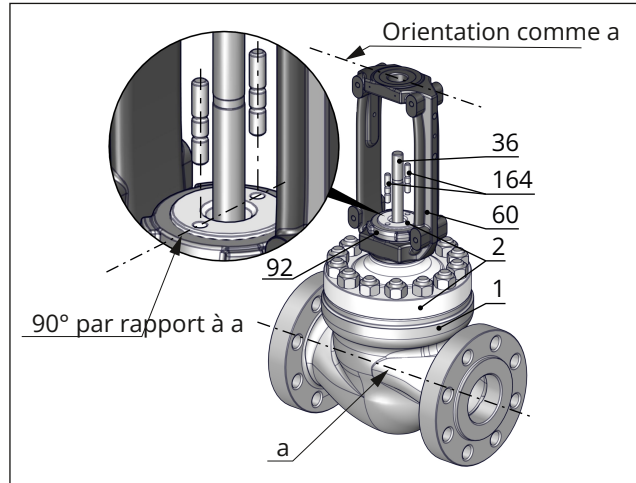

Fig. 33 : Alignement du chapeau sur le corps de vanne et alignement de l'arcade sur le chapeau de vanne
14. Insérer l'élément support (63) y compris la douille pressée (7) verticalement et concentriquement dans le corps (1) via la tige de clapet (36) jusqu'à ce qu'il repose sur la surface de contact à l'intérieur du corps. Pour ce faire, en cas de grands diamètres nominaux, se munir d'outils spéciaux.
15. Insérer un joint spiralé neuf (126) sur l'élément support (63).
16. Insérer un joint spiralé neuf (17) dans le corps (1).
17. Placer le chapeau de vanne (2/21), y compris l'arcade (60), verticalement par le haut, sur le corps (1), sans serrer, en le faisant passer au-dessus de la tige de clapet (36). Respecter l'alignement, cf. Fig. 33. Les deux trous situés dans la partie supérieure du chapeau doivent être perpendiculaires à l'axe du conduit.
18. Enfoncer le clapet (5) dans le siège (4). Fixer ensuite le chapeau de vanne (2/21) à l'aide des écrous du corps (14). Serrer progressivement les écrous du corps (14) en diagonale. Respecter les couples de serrage prescrits.
9. Insérer un joint spiralé neuf (17) dans le corps de vanne (1). Nettoyer préalablement la surface de contact du joint et vérifier son intégrité.
10. Insérer un joint spiralé neuf (126) dans l'élément de support (63) ou dans le dispositif de fixation du siège (124). Nettoyer préalablement la surface de contact du joint et vérifier son intégrité.
11. Placer le chapeau de vanne (2/21), y compris l'arcade (60), verticalement par le haut, sur le corps (1), sans serrer, en le faisant passer par-dessus la tige de clapet ou de piston (36). Respecter l'alignement, cf. Fig. 33. Les deux trous situés dans la partie supérieure du chapeau doivent être perpendiculaires à l'axe du conduit.
12. Enfoncer le clapet ou le piston (5) dans le siège (4). Fixer ensuite le chapeau de vanne (2/21) à l'aide des écrous du corps (14). Serrer progressivement les écrous du corps (14) en diagonale. Respecter les couples de serrage prescrits.
13. Insérer avec précaution les pièces du presse-étoupe dans la chambre de garniture de presse-étoupe à l'aide d'un outil approprié en les faisant passer par-dessus la tige de clapet ou de piston (36). Installer les composants en respectant l'ordre et l'orientation spécifiés dans la documentation respective du kit des pièces de rechange.
14. Visser la douille filetée (8) et la serrer à la main.
15. Serrer la douille filetée (8) progressivement au couple de serrage prescrit.
11. Insérer un joint spiralé neuf (17) dans le corps de vanne (1). Nettoyer préalablement la surface de contact du joint et vérifier son intégrité.
12. Insérer un joint spiralé neuf (126) dans l'élément de support (63) ou dans le dispositif de fixation du siège (124). Nettoyer préalablement la surface de contact du joint et vérifier son intégrité.
13. Placer le chapeau de vanne (2/21), y compris l'arcade (60), verticalement par le haut, sur le corps (1), sans serrer, en le faisant passer par-dessus la tige de clapet ou de piston (36). Respecter l'alignement, cf. Fig. 33. Les deux trous situés dans la partie supérieure du chapeau doivent être perpendiculaires à l'axe du conduit.
14. Enfoncer le clapet ou le piston (5) dans le siège (4). Fixer ensuite le chapeau de vanne (2/21) à l'aide des écrous du corps (14). Serrer progressivement les écrous du corps (14) en diagonale. Respecter les couples de serrage prescrits.
15. Insérer avec précaution les pièces du presse-étoupe dans la chambre de garniture de presse-étoupe à l'aide d'un outil approprié en les faisant passer par-dessus la tige de clapet ou de piston (36). Installer les composants en respectant l'ordre et l'orientation spécifiés dans la documentation respective du kit des pièces de rechange.
16. Poser le fouloir (8).
17. Placer la bride de garniture de presse-étoupe (162) sur le fouloir (8) via les goujons filetés (164) présents sur le chapeau de vanne (2/21).
18. Visser les deux écrous de serrage (163) (y compris les rondelles-ressorts dans le cas d'une bride de garniture de presse-étoupe équilibrée par ressort externe) sur les goujons filetés (164) et serrer à la main. Dans le cas d'une exécution avec équilibrage par ressort, insérer les écrous de serrage (163) à travers les trous de la bride de garniture de presse-étoupe.
19. Serrer progressivement et en alternance les deux écrous de serrage (163) du presse-étoupe (162) sur la tête hexagonale au couple de serrage spécifié.
6. Insérer le dispositif de fixation du siège (124) y compris la douille pressée (7) verticalement et concentriquement par dessus la tige de clapet (36) dans le corps (1) et le positionner sur le siège (4). Pour ce faire, en cas de grands diamètres nominaux, se munir d'outils spéciaux. Aligner les ouvertures des fenêtres du dispositif de fixation du siège (124) symétriquement avec l'axe du conduit.
7. Insérer un joint spiralé neuf (126) dans le dispositif de fixation du siège (124).
8. Insérer un joint spiralé neuf (17) dans le corps (1).
9. Placer le chapeau de vanne (2/21), y compris l'arcade (60), verticalement par le haut, sur le corps (1), sans serrer, en le faisant passer au-dessus de la tige de clapet (36). Respecter l'alignement, cf. Fig. 33. Les deux trous situés dans la partie supérieure du chapeau doivent être perpendiculaires à l'axe du conduit.
10. Enfoncer le clapet (5) dans le siège (4). Fixer ensuite le chapeau de vanne (2/21) à l'aide des écrous du corps (14). Serrer progressivement les écrous du corps (14) en diagonale. Respecter les couples de serrage prescrits.